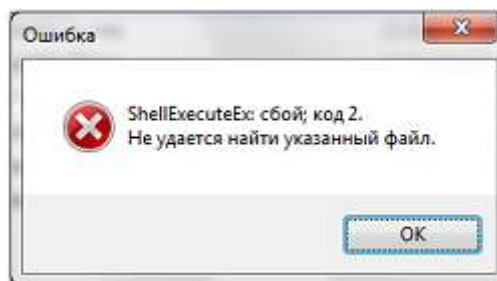

Рис.1.5. Сообщение о критической ошибке.
- **Критическая ошибка** – это разновидность информационного сообщения, указывающее на ошибку, при которой дальнейшая, нормальная работа с модулем невозможна. Сообщение почти всегда выводится на английском языке (рис.1.5).